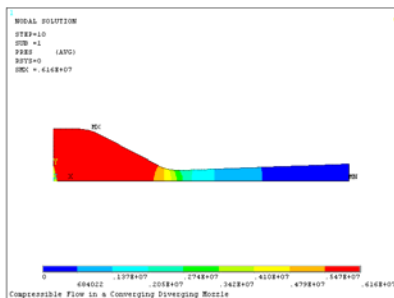

图 6-43 流体纵截面压力场分布等值线图
- ④ 重复第②步操作。在“Item to be contoured”列表框中依次选择 DOF Solution→Pressure, 单击“OK”按钮, ANSYS 窗口将显示如图 6-43 所示的流体纵截面压力场分布等值线图。